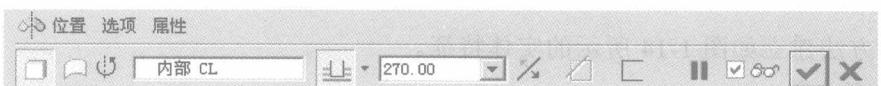
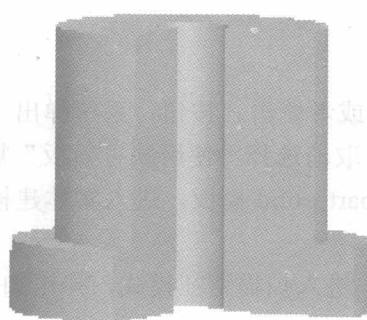

图 1-18 设置旋转特征操控面板
图 1-19 旋转实体
(3) 截面绘制完成后，单击确定按钮  退出草绘模式，返回旋转特征模式，设置旋转特征工具栏中的各个参数，如图 1-18 所示。单击  按钮，创建旋转实体，如图 1-19 所示。